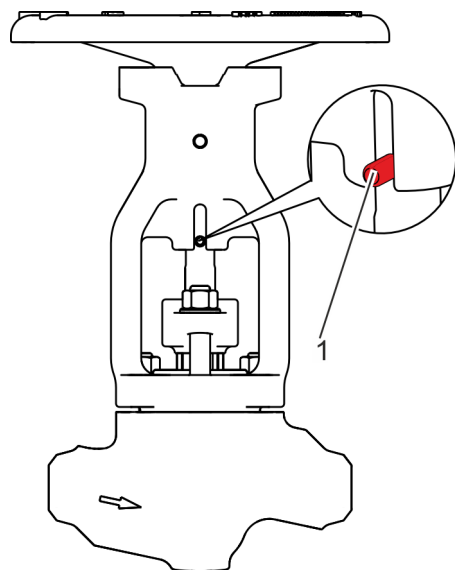

Fig. 54: Montar el mecanismo anti-giro
- 58.** ▶ Monte el mecanismo anti-giro (Fig. 54/1).